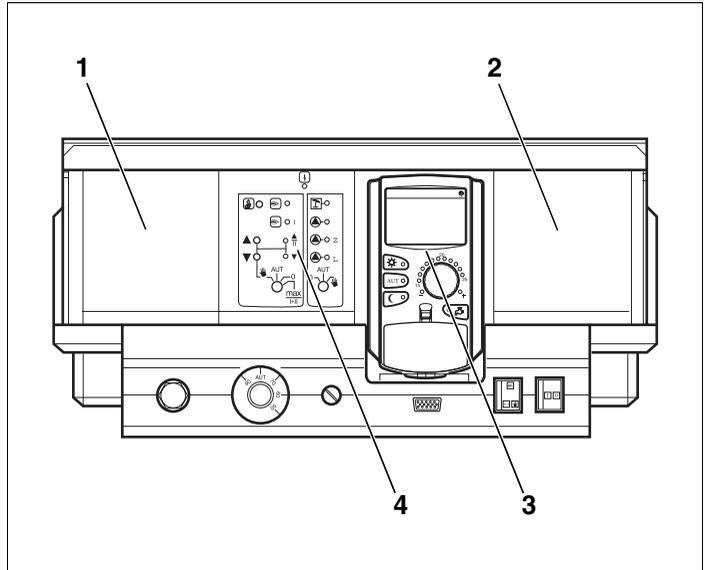

Fig. 13 Affectation des points de connexion
Vous pouvez généralement choisir vous-même la position de montage des modules sauf pour les modules FM 445 et FM 446 à installer, si possible, à l'emplacement 2 (fig. 13, **pos. 2**) de l'appareil de régulation.
L'emplacement A (fig. 13, **pos. 4**) est toujours occupé par le module central ZM 422 et l'emplacement B (fig. 13, **pos. 3**) par le module de contrôle CM 431 et l'unité de commande MEC 2.